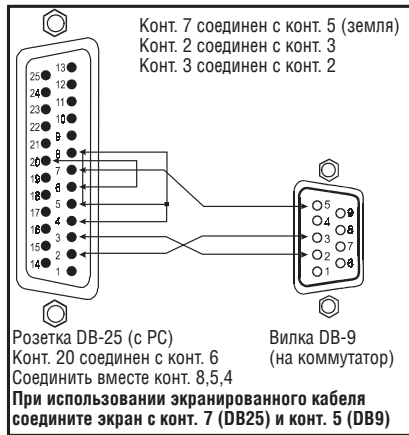

Рис. 14. Подсоединение к PC (с 25-контактным разъемом) без нуль-модемного адаптера
1. Подсоедините COM-порт DB25 PC к порту RS-232 DB9 IN второго устройства **VS-1616V** в соответствии с рис. 14.